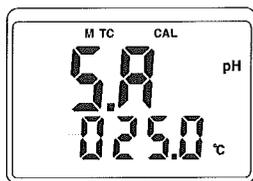
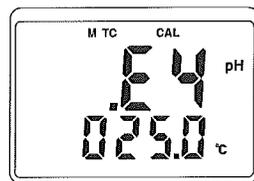

図 14
図 15
(7)再度CALボタンを2秒以上長押しすると"SA"と"E4"表示が順に現れてpH4の校正が終了します(図14, 図15)。